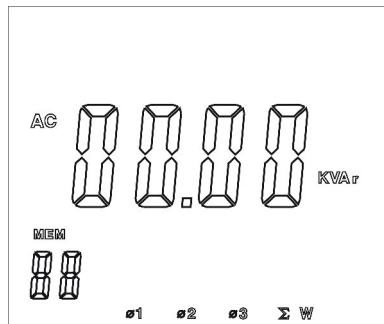

Figura 14
- Premere \blacktriangle come nella figura 14 per spostarsi dalla somma della potenza attiva e potenza reattiva trifase, e la somma del fattore potenza trifase più la somma della potenza apparente trifase.